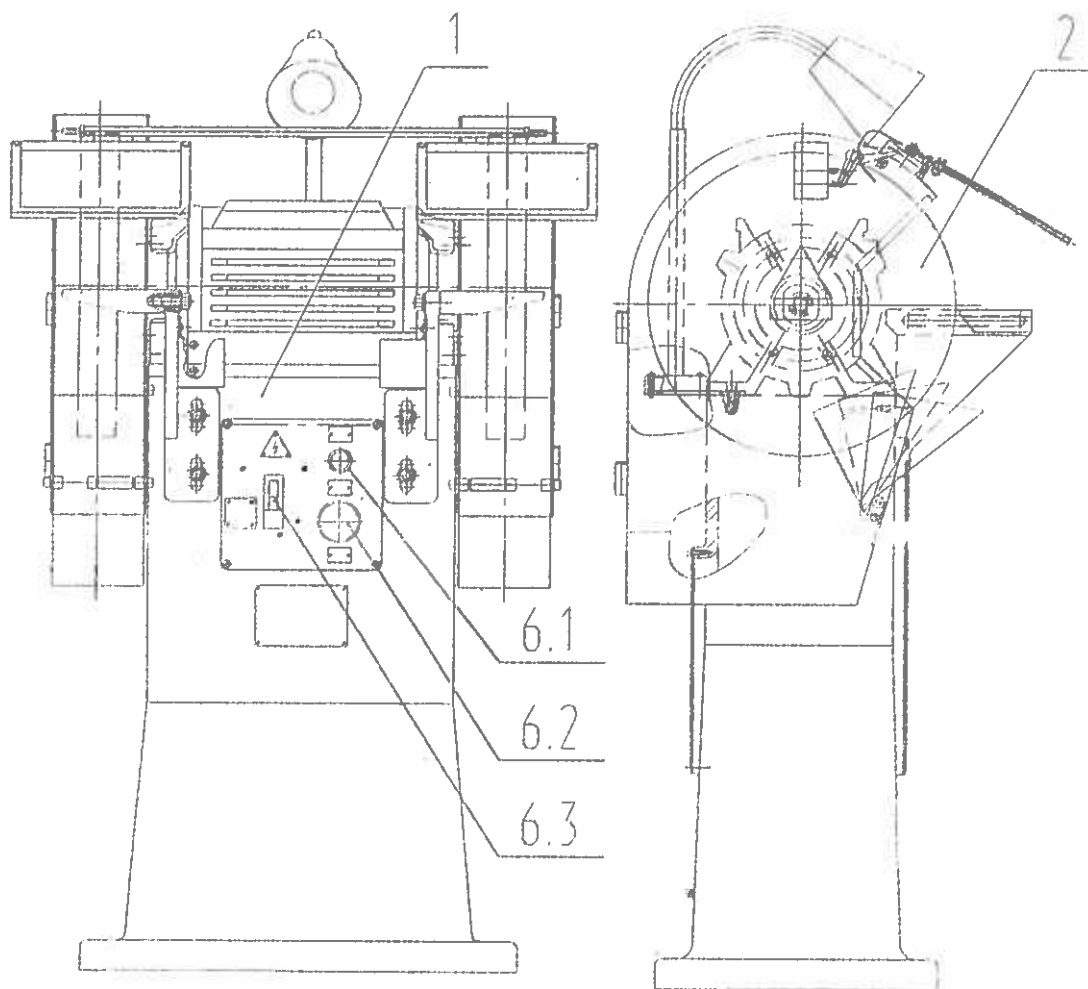

Рис. 1. Общий вид станка (расположение составных частей и органов управления).
5.1. Расположение и обозначение составных частей станка указаны на рис. 1.
6.2.1. Основание. (рис.1, поз. 1).
6.2.2. Ограждение (рис. 1, поз. 2).
6.2.3. Электрооборудование (рис. 1, поз. 3).